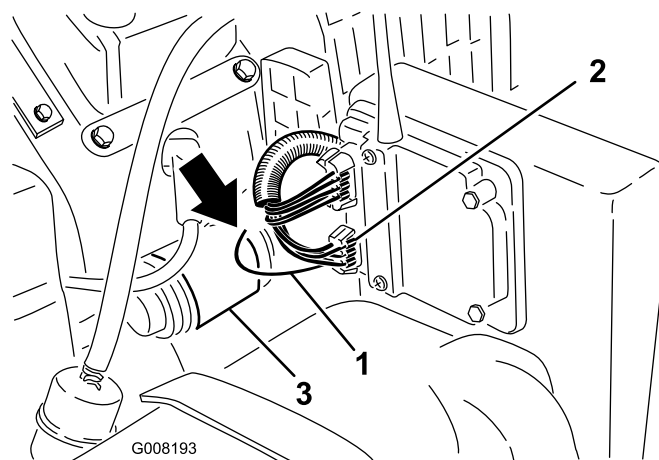

Figura 22
1. Individuate il cavo giallo a righe nere che è infilato nel tubo del cablaggio preassemblato proveniente dal connettore a 6 poli del ricevitore (Figura 22). Estraiete il cavo dal tubo.